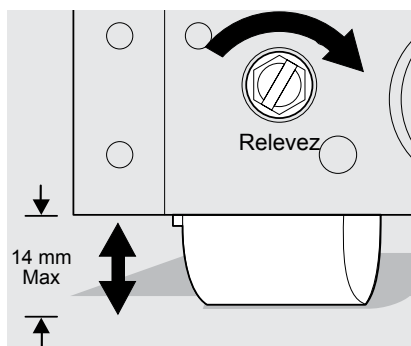

Figure 2
2. Utilisez un tournevis à lame plate ou une clé à douille de $\frac{3}{8}$ pouce pour remonter ou abaisser les roulettes avant (Figure 2). Ne pas soulever le cabinet plus de 9/16 pouce.